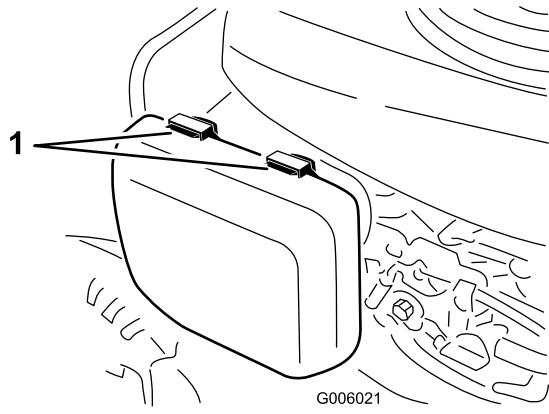

Bild 37
1. Drücken Sie die Verriegelungslaschen oben an der Luftfilterabdeckung nach unten (Bild 37).